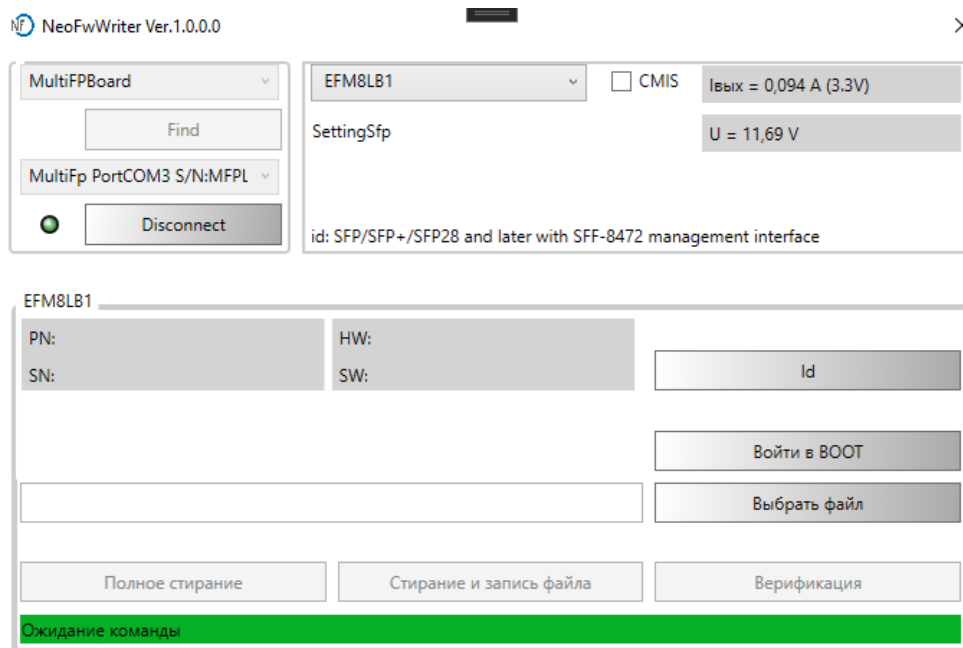

Рисунок 4. Подключение устройства
3.1.4. Нажмите кнопку Connect. Индикатор должен загореться зеленым цветом (Рисунок 4).